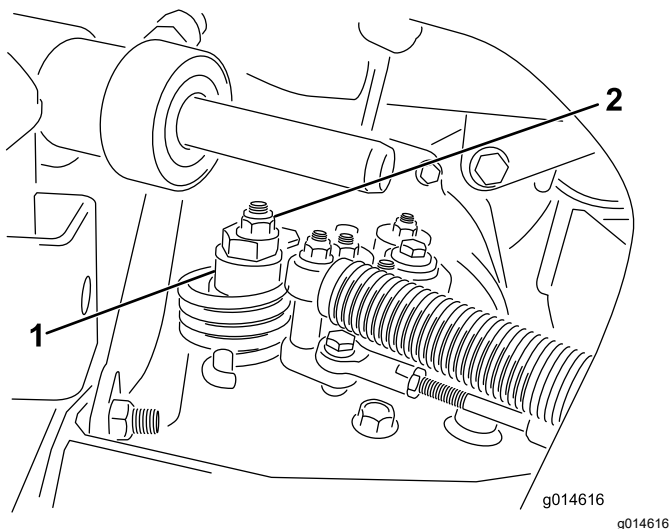

図 43
A. 偏芯ナットをヒドロスタット上部に止めているナットをゆるめる 図 43。
- C. どちらにも車輪が回らないように偏芯ナットを回して調整する。調整ができれば固定ナットを締める 図 43。スロットル低速 および高速位置で調整が正しいことを確認する。